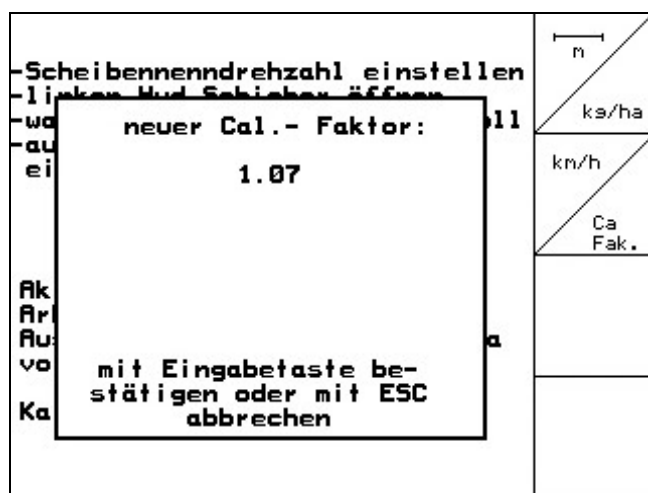

Fig. 33
- O novo factor de calibração é indicado e confirmado com  ou rejeitado com  (Fig. 33).